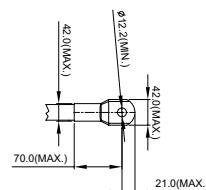

Рисунок 3
- На рис. 3 и Рис. 4 дана спецификация термоусадочной трубы в соответствии с UL (600C, YDPU2).